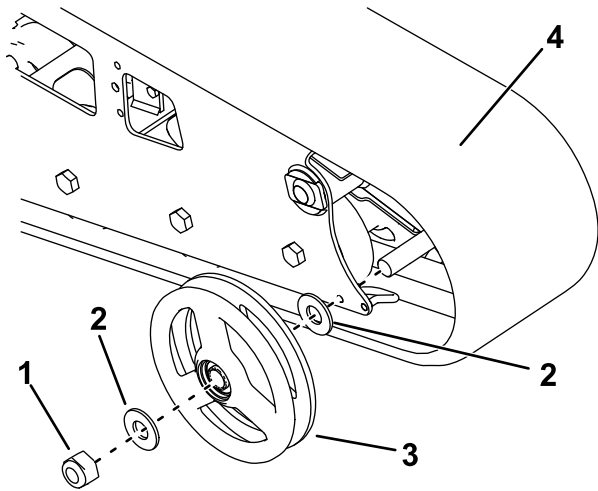

Figura 60
7. Retire la tuerca que fija la rueda delantera exterior y retire la rueda (Figura 60).
8. Retire la oruga (Figura 60).
9. Retire las 2 arandelas grandes de las ruedas exteriores, 1 de cada lado de cada rueda (Figura 60).
12. Instale la oruga nueva (Figura 60).
13. Instale la rueda delantera exterior y fíjela con la tuerca que retiró anteriormente (Figura 60).